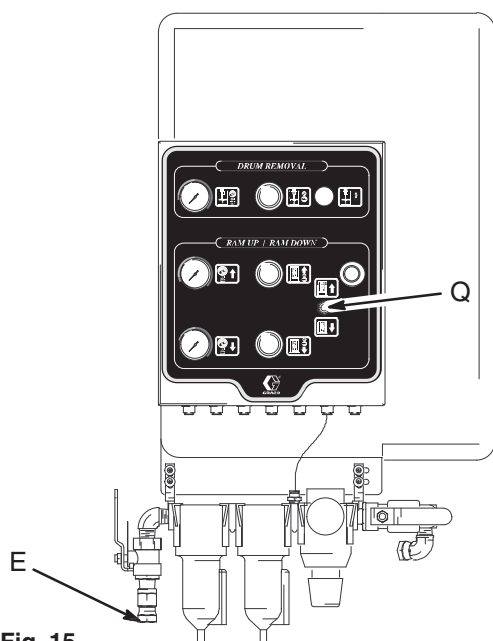

Fig. 15
1. Mueva la palanca de la válvula manual del “ram” [(Q), en la Fig. 15] hasta la posición OFF. Cierre el suministro de aire al “ram” y a la bomba.
Realice una parada de emergencia del “ram” (Fig. 15):